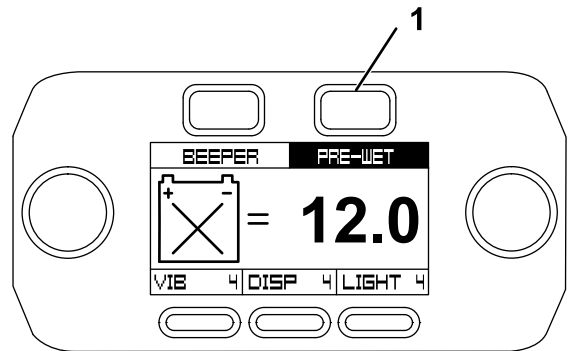

Figure 50
- Appuyez sur le bouton Pre-Wet (pré-mouillage) (Figure 50).